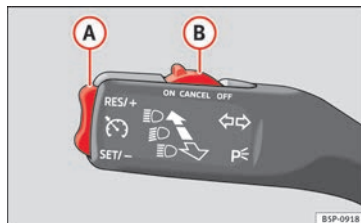

Fig. 135 Alavanca das luzes indicadoras de mudança de direção e dos máximos: comutador e botão basculante para o regulador de velocidade.
- Empurrar o cursor **»» Fig. 135 B** para esquerda para **ON**.